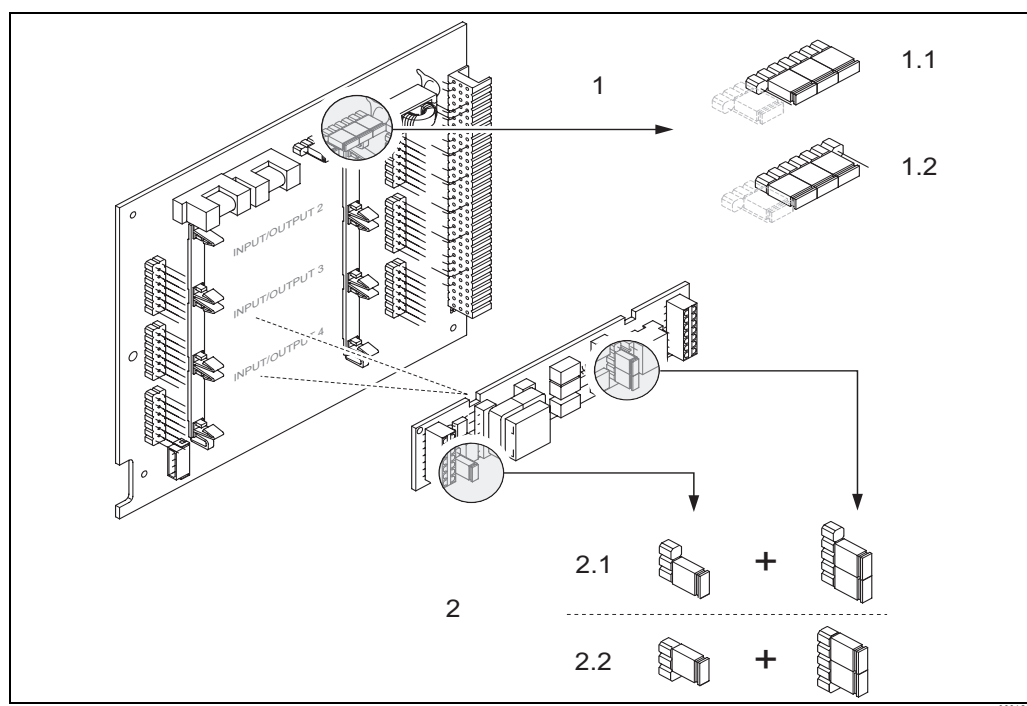

Fig. 36: Configuración de las salidas de corriente mediante puentes de conexión (tarjeta E/S)
3. Coloque los puentes de conexión → Fig. 36